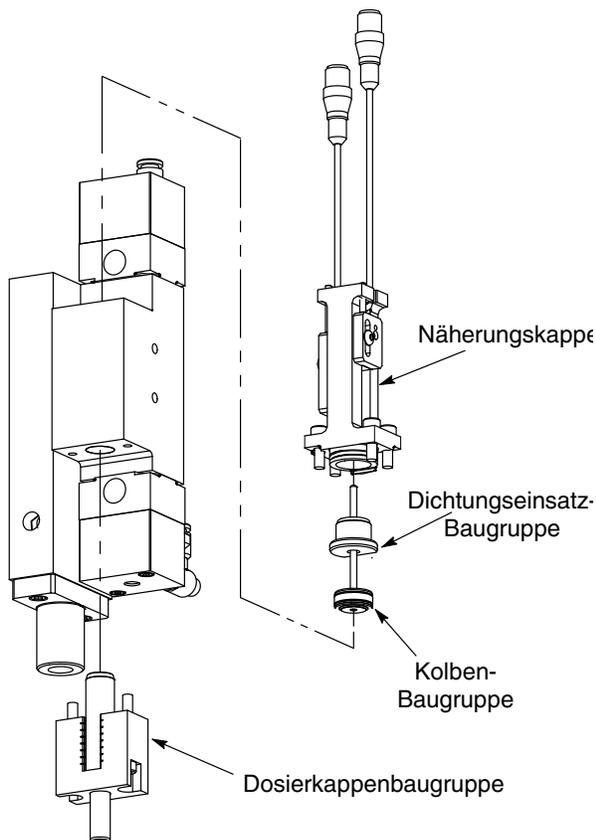

Abb. 11 Näherungskappe, Kolben und Dosierkappenbaugruppen abnehmen
1. Schritte 1-6 der Anleitung *Dosierkolben und Dosierstempel* ausführen. Siehe Abb. 11.